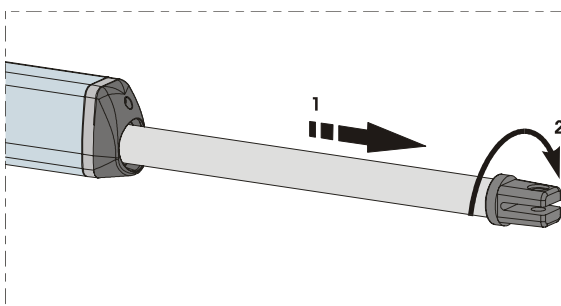

Abb. 9
4) Den Schaft bis zum Anschlag ganz entfernen, Abb.9 Bez.1.
6) Den Schaft eine halbe/ganze Runde im Uhrzeigersinn drehen, Abb. 9 Bez.2